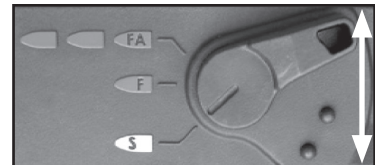

Figure 8: Utilisation du sélecteur (mode Sécurité sur la photo)
Mode Sécurité (S): Sur la Figure 8, le sélecteur est en position Sécurité. Ce mode verrouille la détente et désactive l'électronique (si votre marqueur en est équipé), rendant votre marqueur non-opérationnel.